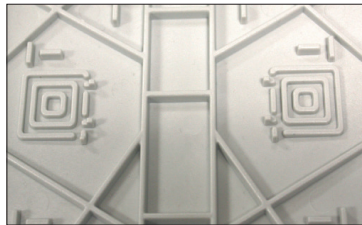

Abb.14
**Tip:** Am Ende der Installationsanleitung finden Sie einen Belegungsplan, in welchem Sie die hergestellten Verbindungen notieren können. Der Belegungsplan kann separat im Gehäusedeckel aufbewahrt werden. Für die Befestigung finden sich im mitgelieferten Zubehör 2 Clipse, die auf der Innenseite des Deckels aufgeklebt werden und dort kann der Belegungsplan zwischen die beiden Clipse geklemmt werden (**siehe Abb.14,14a,14b**).